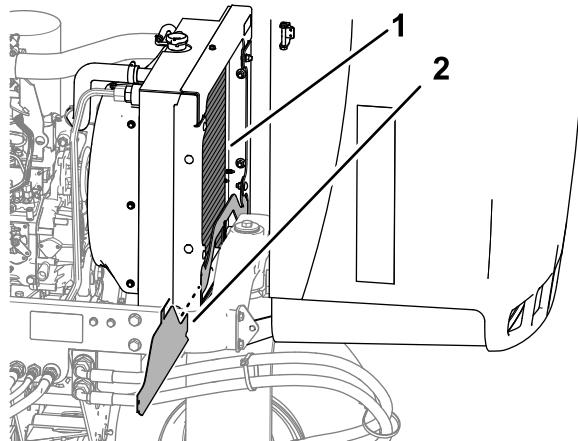

Bild 76
5. Reinigen Sie beide Seiten des Kühlers gründlich mit Wasser oder Druckluft (Bild 76).
4. Entfernen Sie das untere Kühler-Schutzblech (Bild 76).